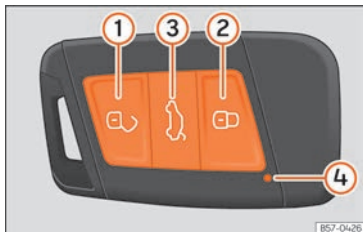

Abb. 85 Fahrzeugschlüssel für das Fahrzeug.
Legende zu » Abb. 85
Durch kurzes Drücken der Taste auf dem Fahrzeugschlüssel blinkt die Kontrollleuchte ④ » Abb. 85 einmal kurz, durch Drücken eines längeren Zeitraums blinkt diese mehrere Male, z. B. beim Komfortöffnen.